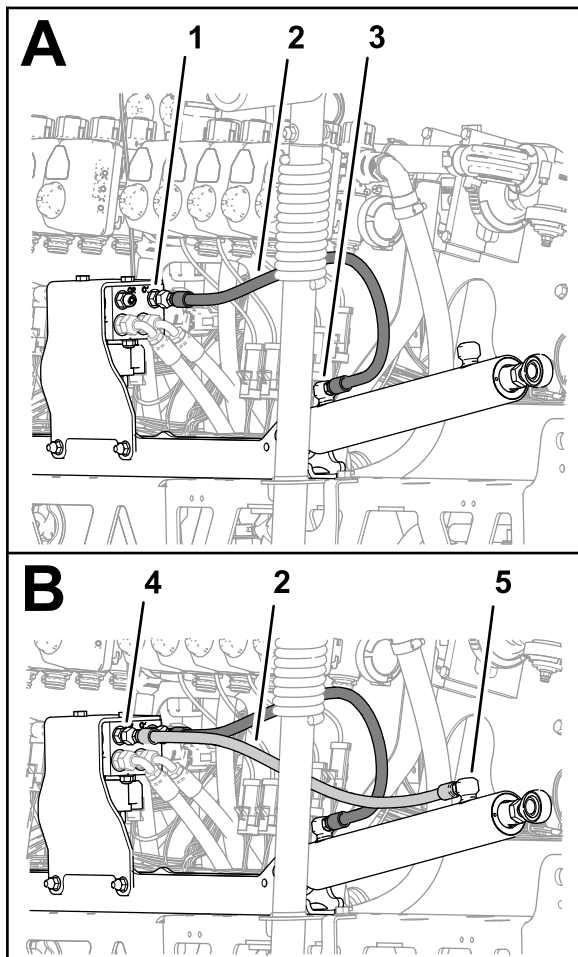

Рисунок 119
- Установите, не затягивая, новый гидравлический шланг ($\frac{1}{4} \times 24\frac{3}{4}$ дюйма) между отверстием выдвижения подъемного цилиндра правой секции стрелы и отверстием С1 коллектора подъема стрелы (Рисунок 119).
- Установите, не затягивая, новый гидравлический шланг ($\frac{1}{4} \times 24\frac{3}{4}$ дюйма) между отверстием втягивания подъемного цилиндра правой секции стрелы и отверстием С2 коллектора подъема стрелы (Рисунок 119).
- Затяните штуцеры шлангов в отверстиях выдвижения и втягивания подъемных цилиндров (Рисунок 118 и Рисунок 119) с моментом от 21 до 26 Н·м.
- Затяните накидные гайки шлангов, подсоединенных к коллектору подъема стрелы (Рисунок 118 и Рисунок 119), с моментом от 24 до 30 Н·м.